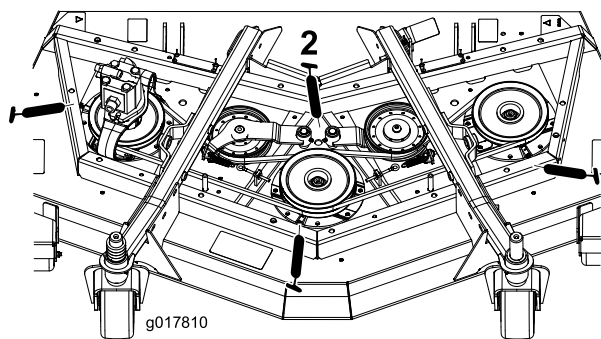

Figure 39
- 3 paliers d'axes de pivot (sous la poulie) (Figure 39)
- 2 bagues de pivot de bras de tension (Figure 39)